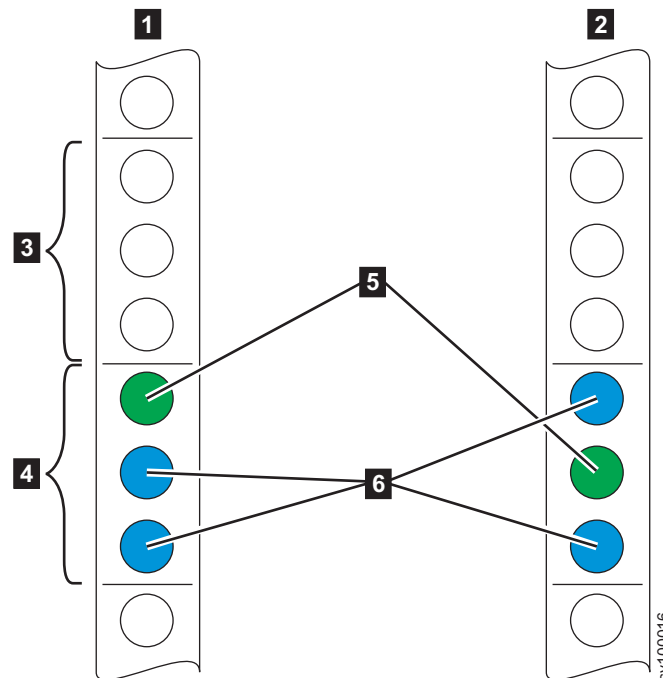

Abbildung 18. Gehäuseplatz identifizieren
2. Wählen Sie einen freien Gehäuseplatz für zwei Einheiten (2U) im Rack aus (je nach zu installierendem Knoten), um Ihren Knoten zu installieren (siehe Abb. 18).